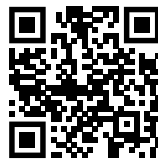

Fig. 128
- ▶ Ανοίξτε το Liebherr SmartMonitoring Dashboard. (βλέπε Fig. 128)